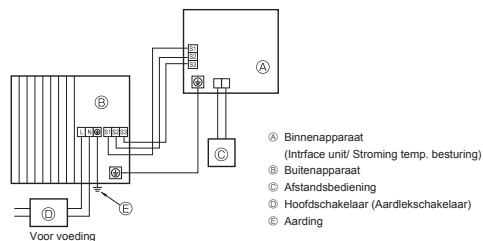
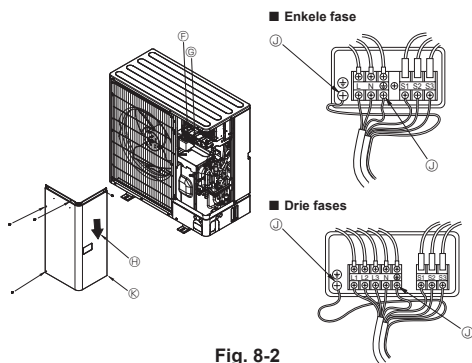

Fig. 8-1
Fig. 8-2
8.1. Buitenapparaat (Fig. 8-1, Fig. 8-2)
- ① Verwijder het onderhoudspaneel.
- ② Sluit de kabels aan aan de hand van Fig. 8-1 en Fig. 8-2.